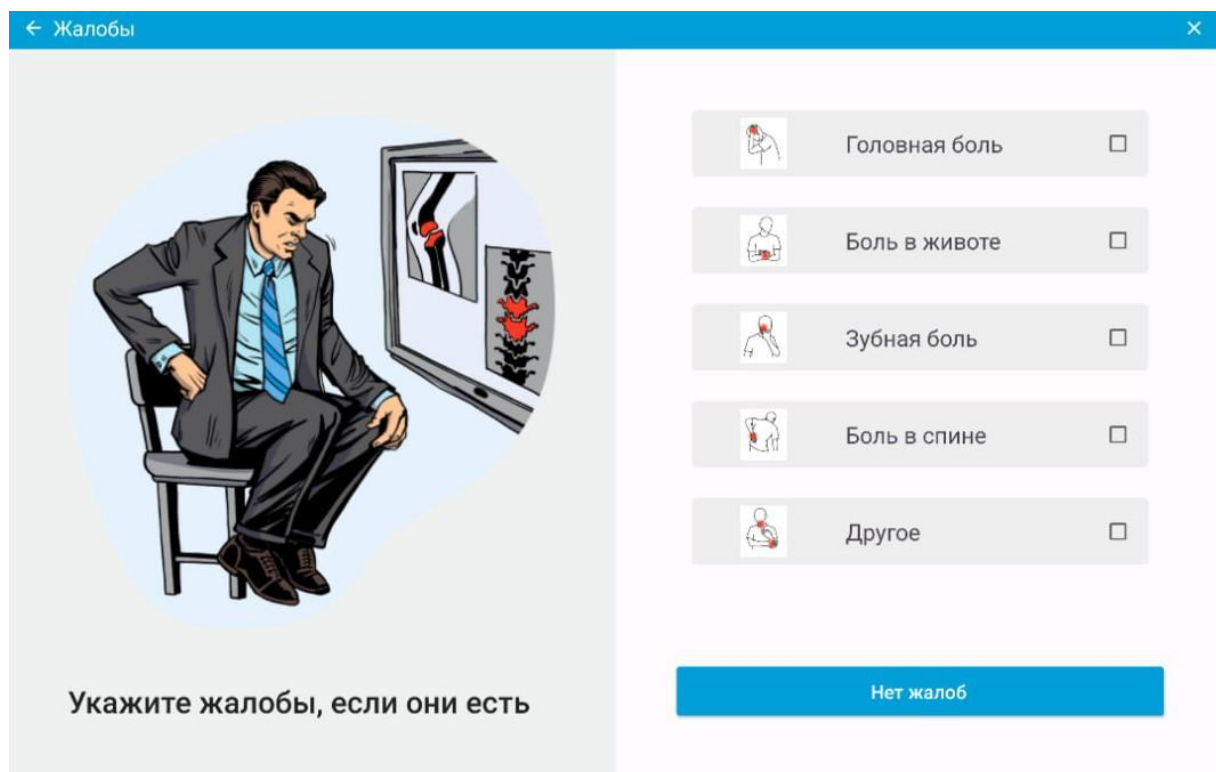

Рис.29 Указание жалоб
3. Откроется экран выбора типа жалоб сотрудника. Выберите одну или несколько жалоб, что беспокоят в данный момент сотрудника, а затем нажмите кнопку «Далее» или в случае, если жалоб на состояние здоровья нет, нажмите кнопку «Нет жалоб» для перехода к следующему шагу (рис.29).